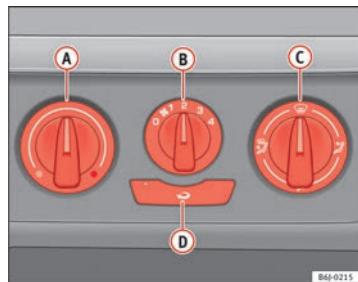

Fig. 100 Mandos de la calefacción en el tablero de instrumentos
- Gire el regulador de temperatura **(A)** ⇒ fig. 100 hacia la izquierda.
- Gire el regulador de la temperatura **(A)** ⇒ fig. 100 hacia la derecha hasta alcanzar el grado de calefacción deseado.
- Gire el regulador de la temperatura **(A)** ⇒ fig. 100 hacia la derecha hasta el nivel máximo de calefacción.
- Gire el regulador de temperatura (A) ⇒ fig. 100 hacia la zona de calefacción.
- Coloque el mando del ventilador (B) en uno de los niveles 2-3.
- Cierre los difusores (3).
- Abra y oriente los difusores (4) hacia las ventanas laterales.